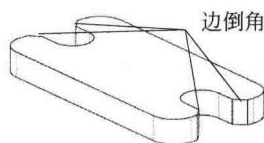

图 1-46 创建“边倒角”特征
(10) 单击“倒斜角”按钮,选取倒斜角的边,创建 3mm×3mm 的斜角,如图 1-46 所示。